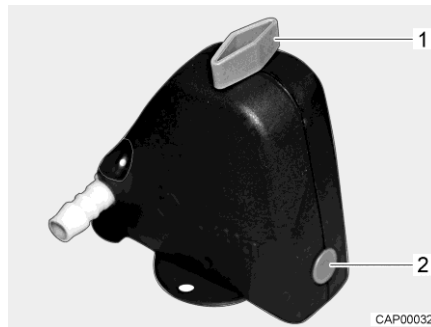
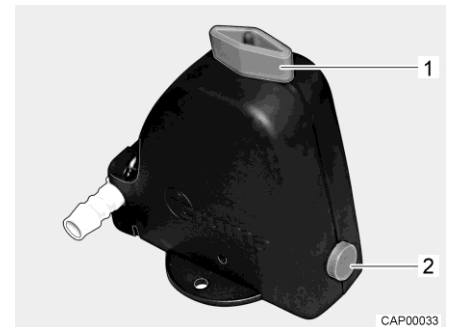

Bild 97 Säkerhets-/avtappningsventil stängd
Bild 98 Säkerhets-/avtappningsventil öppen
- Öppna säkerhets-/avtappningsventil (Bild 97). Vrid vredet (Bild 97,1) mot säkerhets-/avtappningsventilen. Tryckknappen (Bild 97,2) skjuts ut. Den öppna säkerhets-/avtappningsventilen visas i Bild 98.